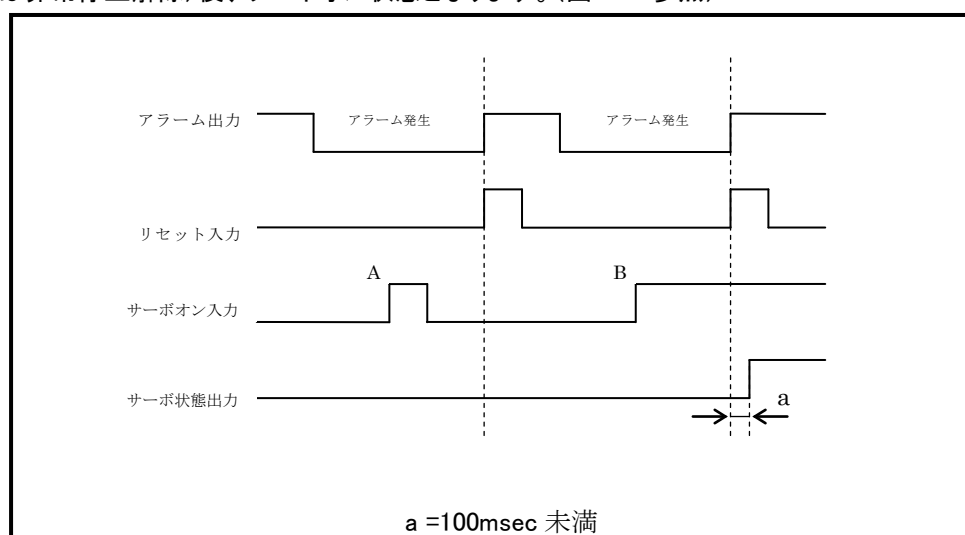
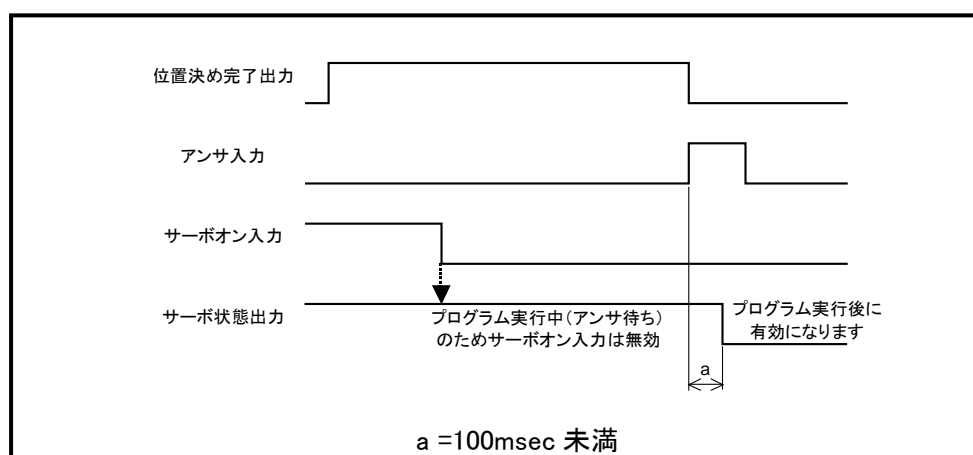

図 5.12 アラーム発生時のサーボオン入力
図 5.13 プログラム実行中のサーボオン入力
- プログラム実行中(旋回中、位置決め完了のアンサ待ち中など)に本信号を OFF(サーボオフ)した場合は、動作完了後サーボオフします。(図 5.13)
- (A) アラーム発生時、および非常停止入力中、サーボオン入力は無効となります。
(B) アラーム発生時、および非常停止入力中、サーボオン入力をオンしたまま、アラームリセット(または非常停止解除)後、サーボオン状態となります。(図 5.12 参照)